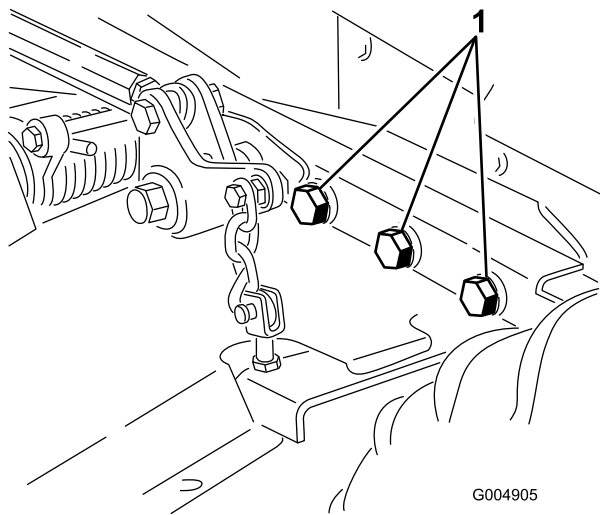

Figure 97
5. Vérifiez le serrage de toutes les fixations et resserrez-les au besoin. Serrez les 6 boulons qui fixent le cadre du tablier de coupe au groupe de déplacement (Figure 97) à 359 N·m (265 pi-lb).